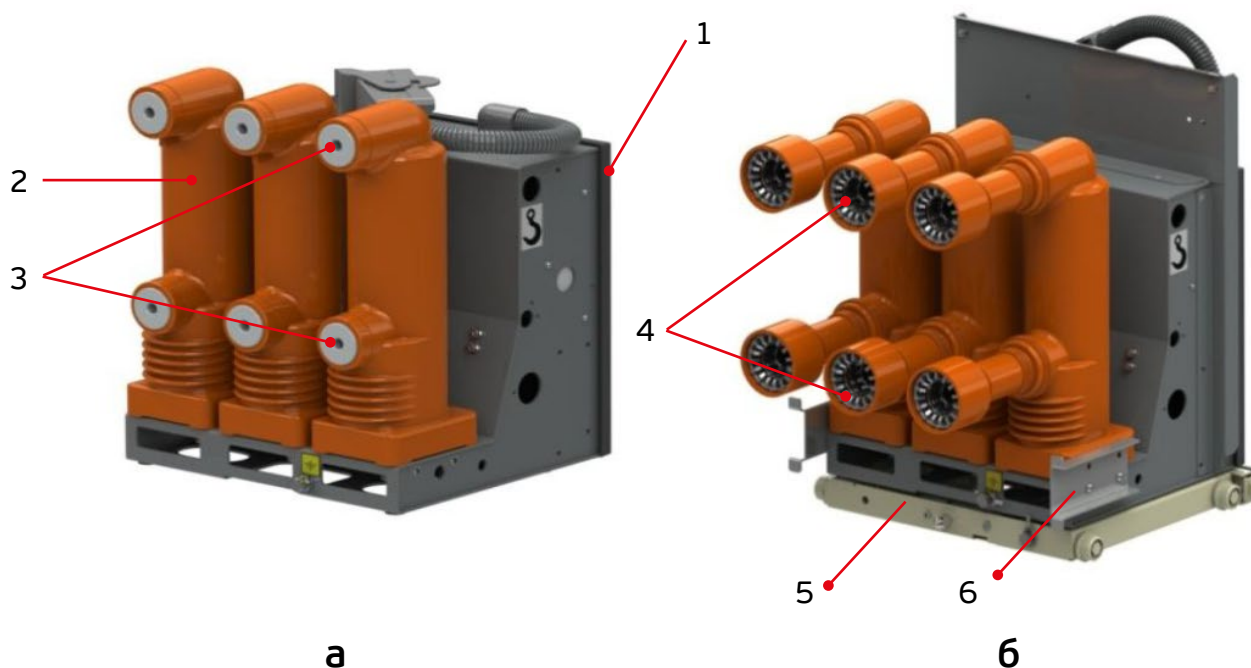

Рисунок 1 – Общий вид выключателя ВВ СВЭЛ-10 стационарного а) и выкатного исполнения б).
1.4.1.1 Рама выключателя (рисунок 1) выполнена при помощи сварки из листового металла с лакокрасочным покрытием и служащая основанием для установки полюсов главной цепи, механизма привода выключателя и электромонтажа элементов его вторичной схемы.